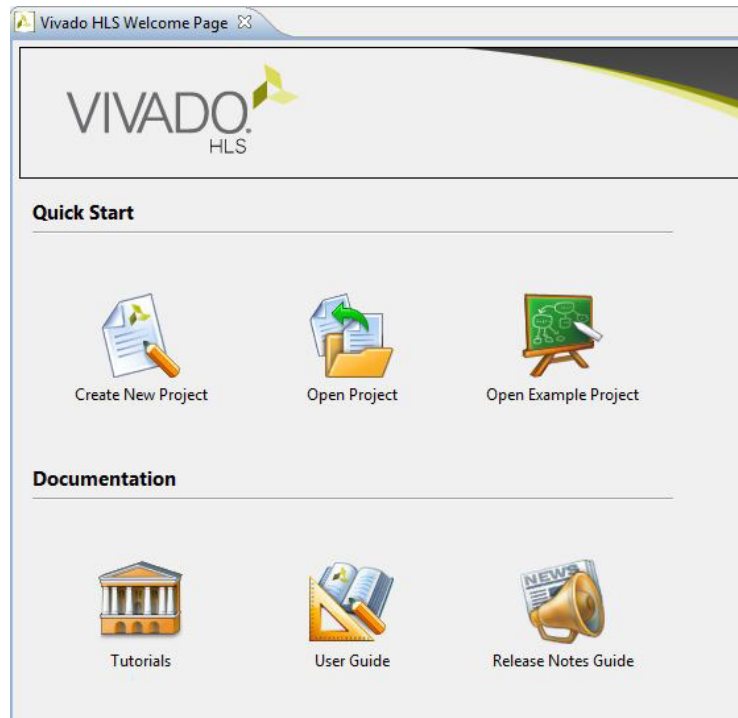

Abbildung 1: Vivado HLS Startfenster (Ausschnitt)
- Als erstes sehen Sie die „Welcome Page“ von Vivado HLS, siehe Abbildung 1. Wählen Sie `Create New Project`, um ein neues Projekt anzulegen.